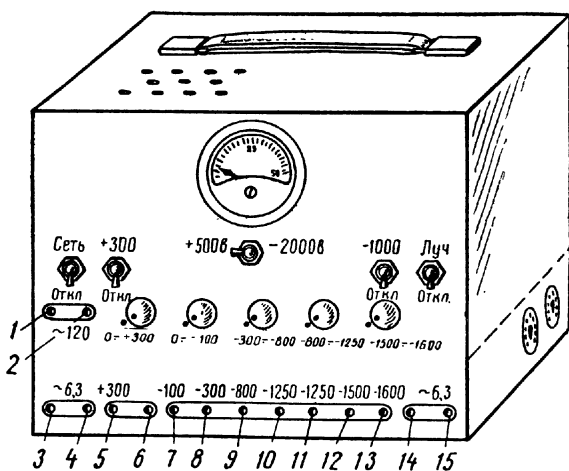

Рис. 31. Внешний вид выпрямителя 300/1600 в.
- Если выпрямитель не имеет вольтметра, то включите школьный авометр в гнезда «Земля» и «+300 в» (5 и 6 гнезда на рис. 31).
10. Включите высокое напряжение (выключатель 3 на рис. 22). Стрелка авометра медленно пойдет вправо и покажет наличие высокого напряжения. Закончив испытание, выпрямитель помещают в корпус. На поверхности корпуса у гнезд и ручек управления делают надписи (рис. 31).